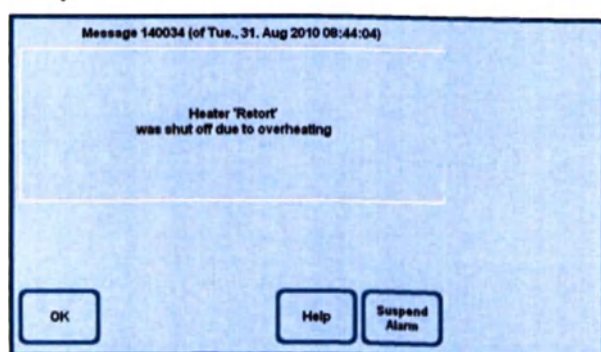

Рис. 112
- В зависимости от вида проблемы в следующем окне сообщения указываются меры, принятые системой (рис. 112). Это сообщение также необходимо подтвердить кнопкой **OK**.